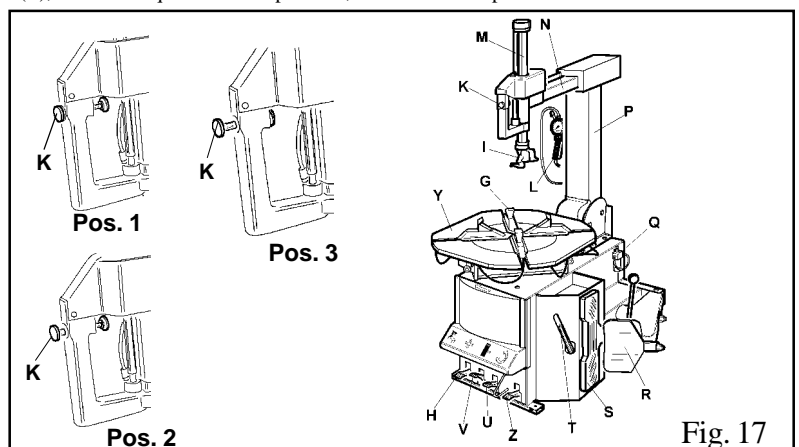

Fig. 17
- En tenant le levier dans cette position, faire tourner le plateau (L) dans le sens horaire en appuyant sur la pédale (A) jusqu'à ce que le pneu sorte complètement de la jante (fig. 17).
- S'il y a une chambre à air, il faut basculer le bras vertical (T), sans débloquer le bras opérateur, et l'enlever du pneu.